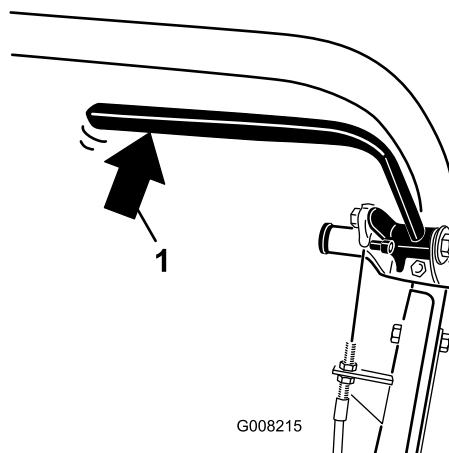

Figure 33
2. À l'aide d'un dynamomètre, appuyez vers l'arrière sur le levier du frein de service (Figure 33). Le frein de stationnement doit se desserrer lorsqu'une force de 13,5 à 18 kg est atteinte. Si le frein de stationnement se desserre avant d'atteindre une force de 13,5 à 18 kg, réglez le câble de frein.